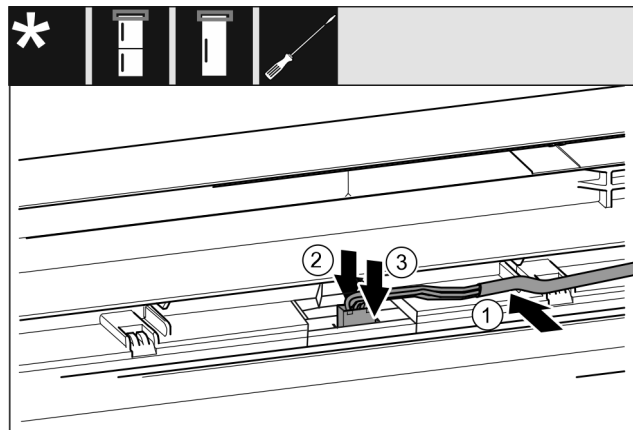

Fig. 44
- Inserire il cavo grigio nella guida nella porta superiore. Fig. 44 (1)
- Premere all'indietro il nasello di arresto. Fig. 44 (2)
- Innestare il connettore. Fig. 44 (3)